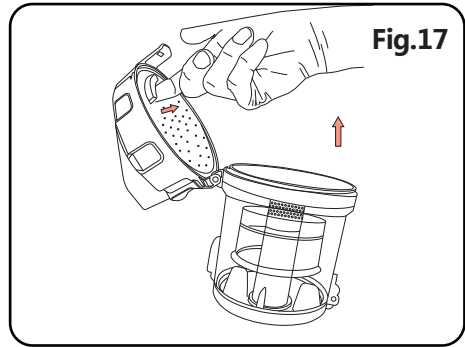

Fig.17
- (4) Zoals in fig.17, neem het HEPA filter uit het apparaat.
(4) Comme indiqué sur la fig.17, retirez le couvercle du filtre HEPA.
(4) Como na fig.17, pegue na cobertura HEPA.